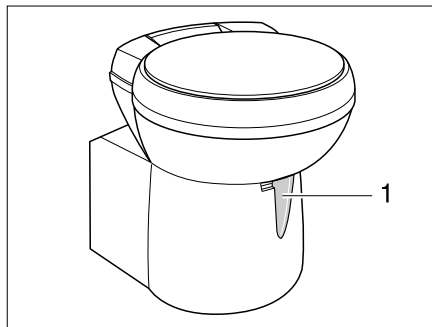

Fig. 144 Cuvette Thetford, orientable
- Avant d'actionner la chasse d'eau, ouvrir le curseur des toilettes Thetford. Pousser pour cela le levier du curseur (Fig. 144,1) dans le sens inverse des aiguilles d'une montre.
- Pousser le levier du curseur (Fig. 144,1) dans le sens des aiguilles d'une montre. Le curseur se ferme. Pour la vidange il **faut** que le curseur des toilettes Thetford soit fermé.